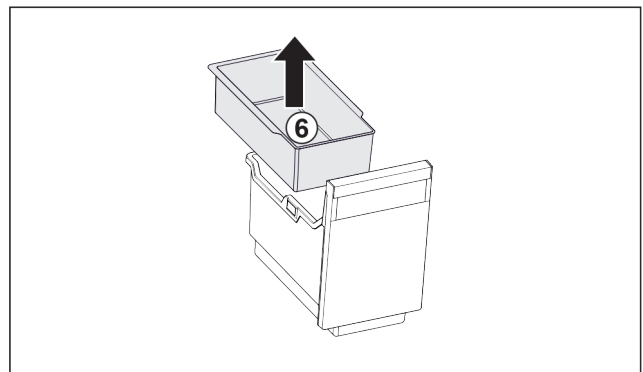

Fig. 34
- ▶ Извлеките Fig. 34 (6) подвесной лоток.